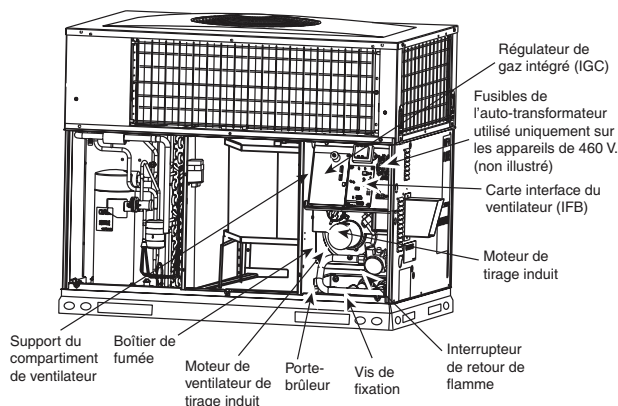
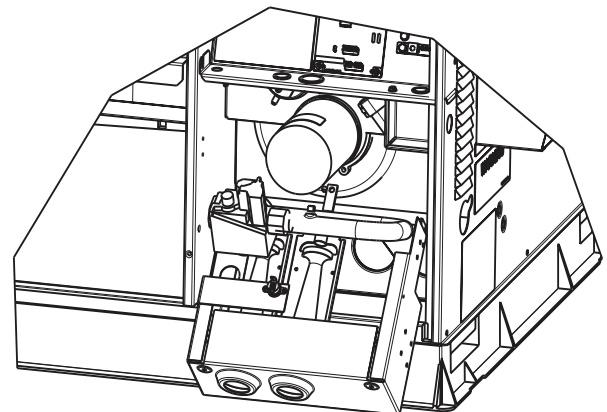

Fig. 17 – Compartiment de ventilateur et boîtier de fumée
Fig. 20 – Porte-brûleur déposé
2. Retirez les 11 vis fixant le couvercle du boîtier de fumée (consultez la Fig. 17) à l'échangeur thermique. Inspectez les échangeurs thermiques.
Cet appareil est doté d'un système d'allumage par étincelle à verrouillage à 100%. Le module d'allumage (IGC) est situé dans le boîtier de commande (consultez la Fig. 17). Le module comprend une DEL d'autodiagnostic. Pour les réparations, reportez-vous à l'étiquette de schéma ou au Tableau 5 dans ces directives pour l'interprétation de la DEL d'autodiagnostic.
5. Enlevez le support du compartiment de ventilateur en retirant les 2 vis sur le côté gauche du compartiment de commande sur le panneau du compartiment de ventilateur. Faites glisser la partie inférieure du support vers l'avant pour le retirer. (Consultez la Fig. 17.)
8. Retirez la vis fixant le porte-brûleur à la base de l'appareil (consultez la Fig. 17).
9. Sortez le porte-brûleur de l'appareil (consultez la Fig. 17 et la Fig. 20).